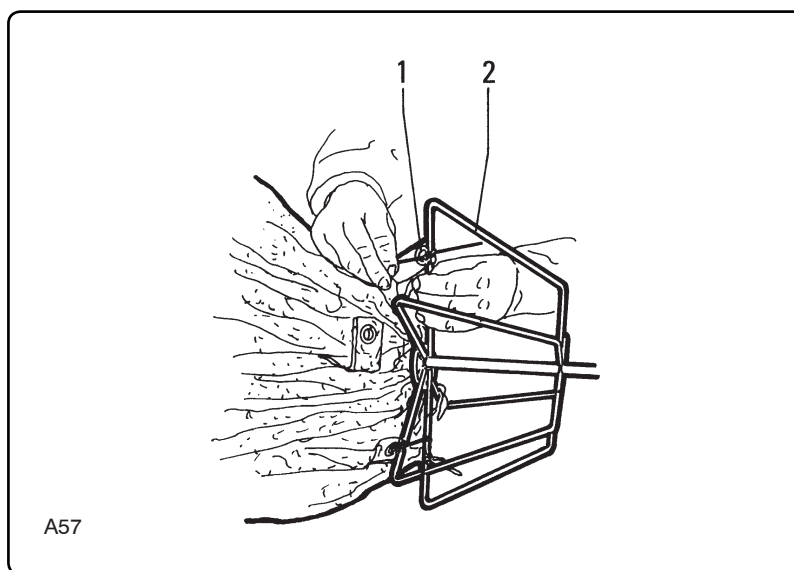

Fig. 8.5.2
- Sfilare la gabbia "6" e capovolgere il filtro mettendo a vista la fascetta di aggancio "1" fig. 8.5.2.
- *Remove cage "6" and overturn the filter, exposing coupling clamp "1" fig. 8.5.2.*
- Extraer la jaula "6" y volcar el filtro para acceder a la abrazadera de enganche "1" fig. 8.5.2.
- Introdurre la gabbia "2" fig. 8.5.2 ed ancorarla al filtro mediante le fascette "1" esistenti sul fondo del filtro.
- *Insert cage "2" fig. 8.5.2 and fix it to the filter by means of clamps "1" at the bottom of the filter itself.*
- Introdurre la jaula "2" fig. 8.5.2 y montarla mediante las abrazaderas "1" que están en el fondo del filtro.